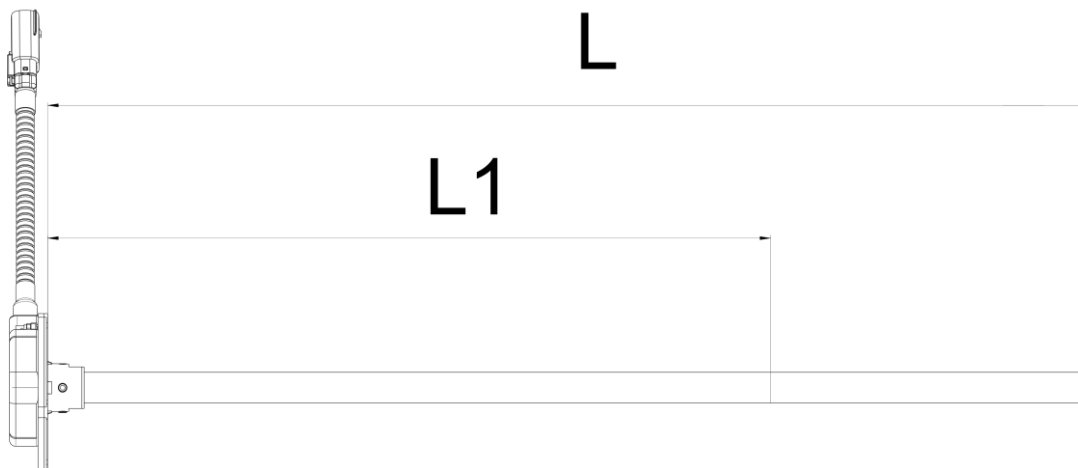

Рис. 2.5 Обрезка измерительной части ДУТ
2. На рабочей длине датчика L отмерьте измерительной линейкой длину $L1$, равную глубине бака и вычитите 20 мм (см. рис. 2.5).